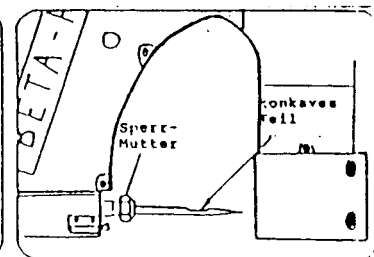

Abb. 11
4. Entfernen Sie die alte Nadel und schieben Sie die neue Nadel bis zum Anschlag in die Nadelstange. Achten Sie darauf, daß das konkave Teil der Nadel nach innen zeigt (Abb. 11). Setzen Sie die Nadel nicht verdreht ein. Dies führt zu Störungen beim Nähen.